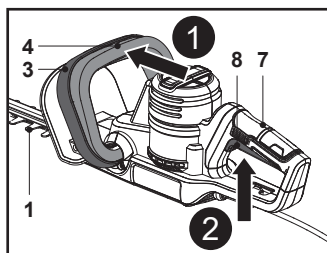

Fig. 5
1. Asegúrese de que el dispositivo de corte (hoja) (1) no entre en contacto con ningún objeto. Retire la cubierta de la hoja (12) del dispositivo de corte (hoja) (1) antes de encender la máquina.
2. Sostenga la máquina con una mano en la empuñadura delantera (3) y la otra en la empuñadura trasera (7).
3. Mantenga presionado el interruptor de seguridad (4) (Fig. 5, paso 1).
4. Presione el interruptor de encendido/apagado (8) para encender la máquina (Fig. 5, paso 2).
5. Suelte el interruptor de encendido/apagado (8) o el interruptor de seguridad (4) para apagar la máquina.